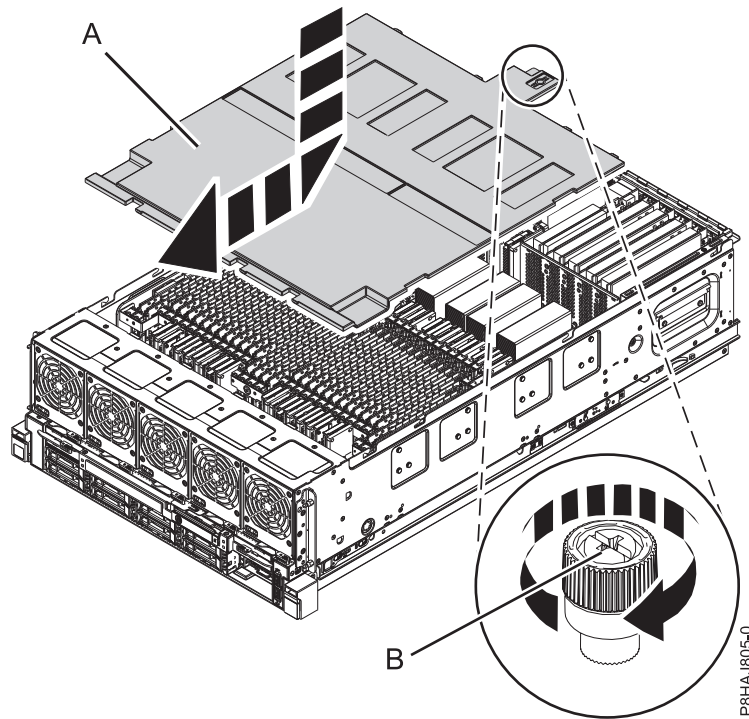

Figure 42. Remise en place du capot de sécurité
2. Poussez le capot de sécurité (A) en direction du châssis.
3. Serrez la vis moletée (B) en la tournant dans la direction illustrée dans figure 42, à la page 53 dans le but de fixer le capot de sécurité au châssis.